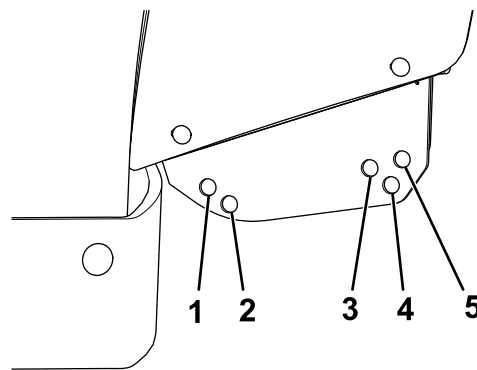

Figure 9
15. Déterminez dans quels trous de l'aile vous allez monter le racleur en vous reportant à la Figure 9 et à la liste suivante :